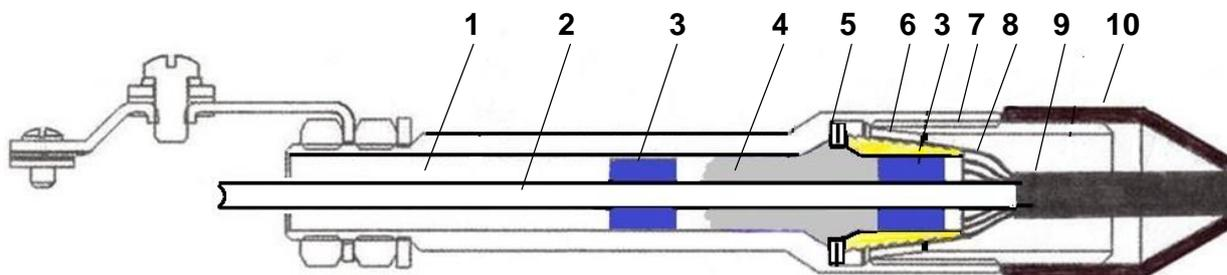

Рис. 1. Монтаж кабеля ТсОС-П диаметром до 10 мм в штуцере «Комплекта №4 для ввода ОК»:
4.2.1. Продольная герметизация в штуцере кабельного ввода выполняется с помощью ленточной мастики. Для образования пробки из мастики необходимо разделить кабель в соответствии с инструкцией по монтажу кабельного ввода. В процессе сборки ввода на модуле кабеля ТсОС-П под внутренним конусом и в канале штуцера устанавливают бандажи из изоляционной ленты. Бандажи обеспечивают прохождение модуля по центру канала штуцера в месте формирования пробки из мастики. Пробка образуется во время скручивания штуцера и внутренней гайки. При этом мастика сдавливается и образует водонепроницаемую пробку на входе в канал штуцера (см. рис. 1).